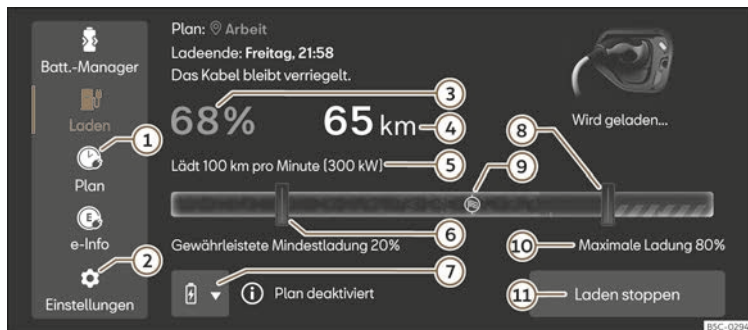

Abb. 66 Im Infotainment-System: Hauptmenü Laden.
2. Drücken Sie die Taste ② >>> (Abb. 66).